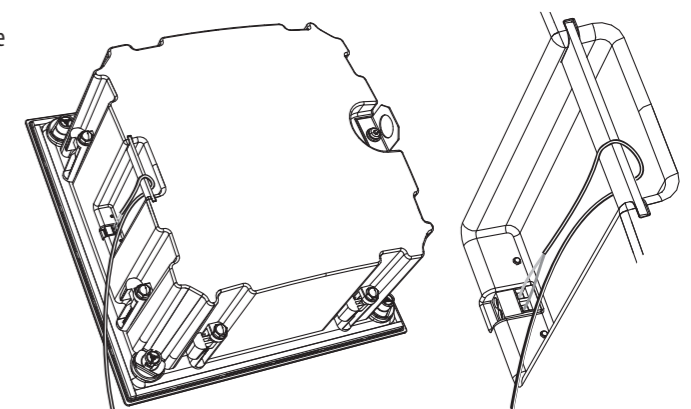

Fig. 15. Wiring the back can
3. O cabo do alto-falante pode ser enrolado na barra próximo aos terminais de parafuso na parte traseira da lata (Fig. 15).